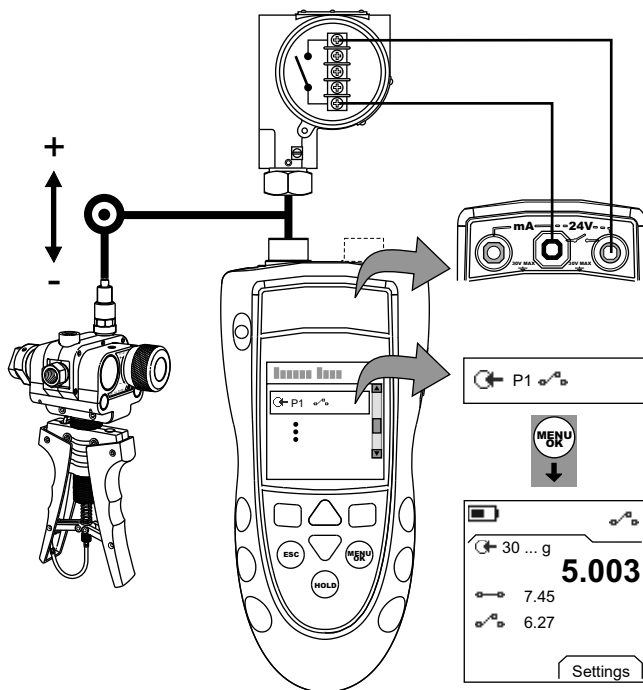

Рисунок 4: Пример конфигурации. Проверка выключателя
- Подключите прибор (Рисунок 4) и при необходимости отрегулируйте *Set Up (Настройка)* (Таблица 1).